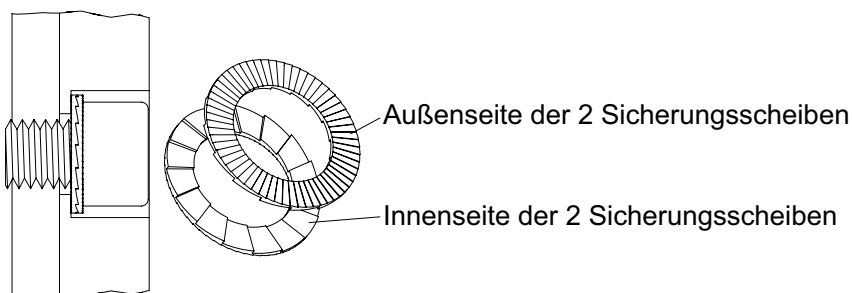

Bild 8 Einbaulage der Nord-Lock® Sicherungsscheiben
**ACHTUNG** Einbaulage und korrektes Anzugsmoment der Nord-Lock® Sicherungsscheiben gemäß Bild 8 und gemäß Tabelle für Anzugsmomente beachten!